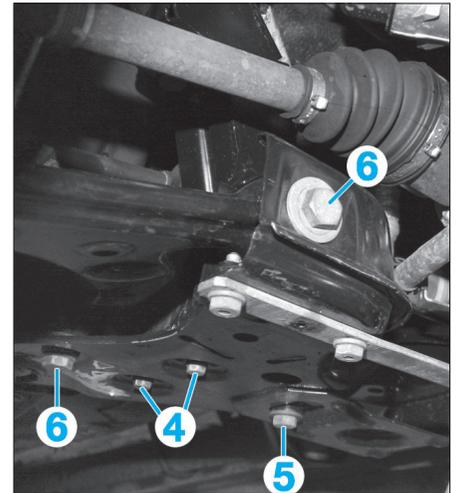

Fig. 10
- Déposer le renfort de berceau (2).
- Déposer la partie intermédiaire de l'échappement (3).
- les vis de fixation (4) de la barre stabilisatrice sur le berceau (Fig.10),
- les vis de fixation (5) du boîtier de direction sur le berceau,
- les vis de fixation (6) du berceau sur le bras inférieur.